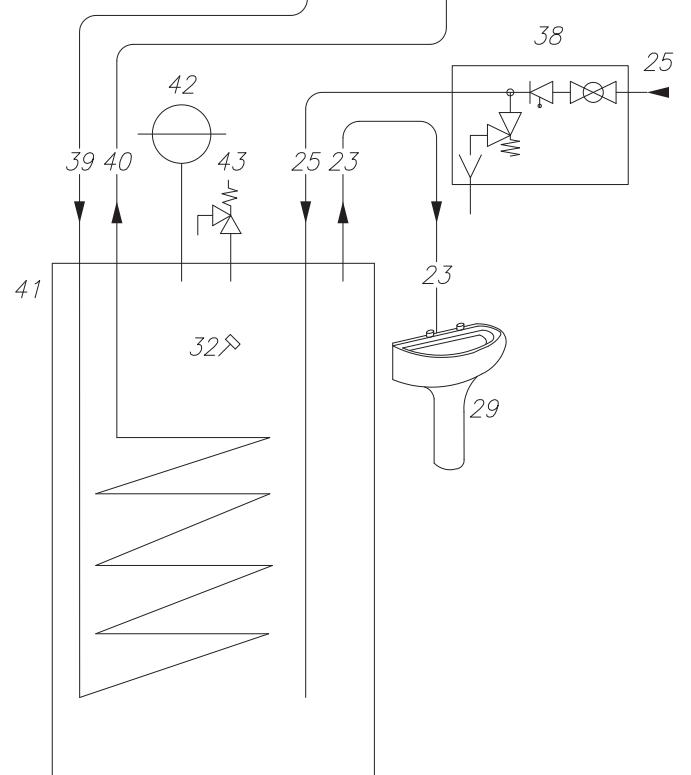

Figura 4-2 - Modelli 24B - 34B
**“B”** - Con questo apparecchio si può realizzare un impianto per la produzione di acqua calda sanitaria tramite un bollitore ad accumulo di tipo a serpantino ed un impianto di riscaldamento con gli elementi riscaldanti funzionanti a temperatura compresa fra 30°C e 80°C. Un esempio di questa tipologia di impianto è esemplificato in Figura 4-2.